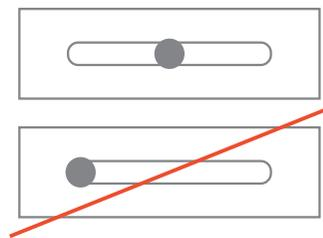

РИСУНОК 6
- Саморезы (рисунок 6) надо вкручивать в середину продолговатого крепежного отверстия, а не с краю – это может впоследствии привести к неправильному линейному расширению панели и аксессуаров сайдинга. Вкручивать саморезы необходимо с шагом 30 – 40 см. После вкручивания всех саморезов панели должны свободно перемещаться в ту и другую сторону по горизонтали в пределах ширины крепежных отверстий.